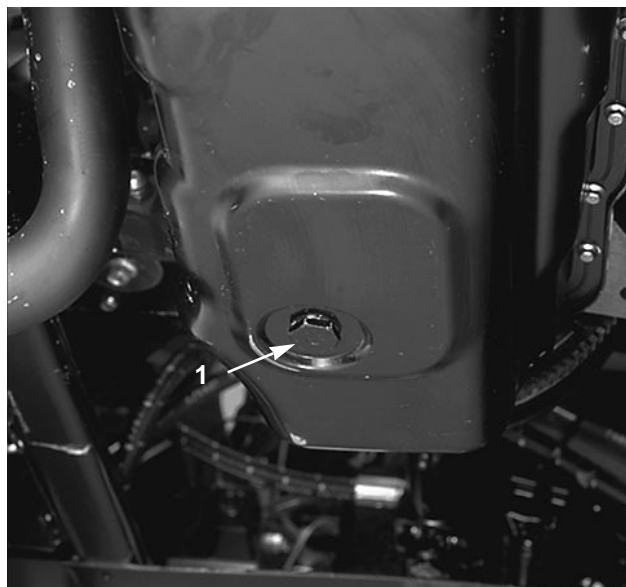

Fig. 21
OLIE OG OLIEFILTER I MOTOREN (Fig. 21–22)
1. Fjern aftapningsproppen (Fig. 21) og lad olien løbe ned i aftapningsbeholderen. Når al olien er løbet ud, monteres aftapningsproppen med en ny pakning, delnr. 74-7850.